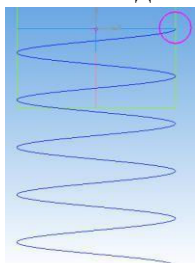

Рис. 5.
4. Эскиз-сечение строится в другой плоскости. В *Дерево построений* выберите плоскость ZX, перейдите в *Эскиз* и создайте на конце спирали окружность, радиус которой равен 5 (рис. 5). Зафиксируйте построение. Выйдите из режима эскиза.